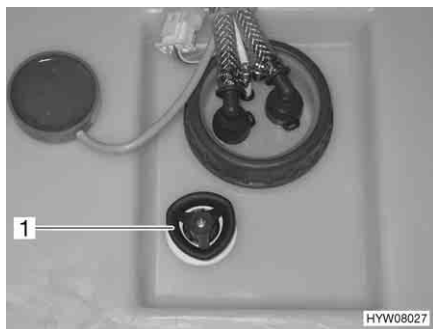

Fig. 195 Serbatoio dell'acqua con maniglia girevole
- Sul serbatoio dell'acqua, ruotare la maniglia girevole (Fig. 195,1) in senso orario fino all'arresto.
- Sul serbatoio dell'acqua, ruotare la maniglia girevole (Fig. 195,1) in senso antiorario fino all'arresto. L'acqua fuoriesce fino a ca. 20 litri.
- Sul serbatoio dell'acqua ruotare la maniglia girevole (Fig. 195,1) in senso antiorario, oltre la resistenza verso l'esterno fino all'arresto, per aprire completamente l'apertura di scarico.